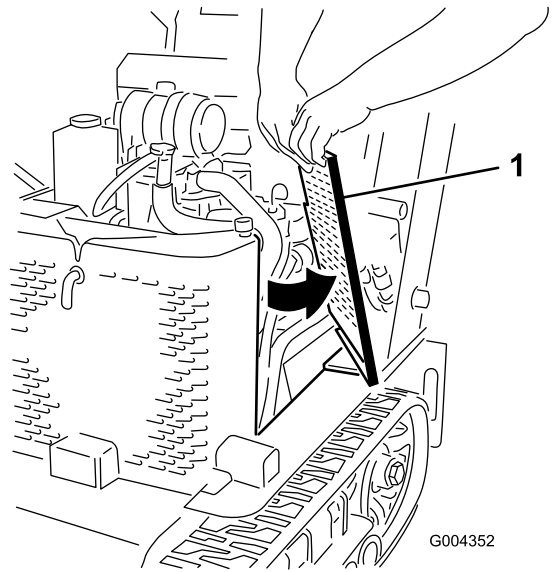

Figura 33
2. Deslice las rejillas laterales (Figura 33) hacia arriba y retírelas de las ranuras de la rejilla delantera y del bastidor.